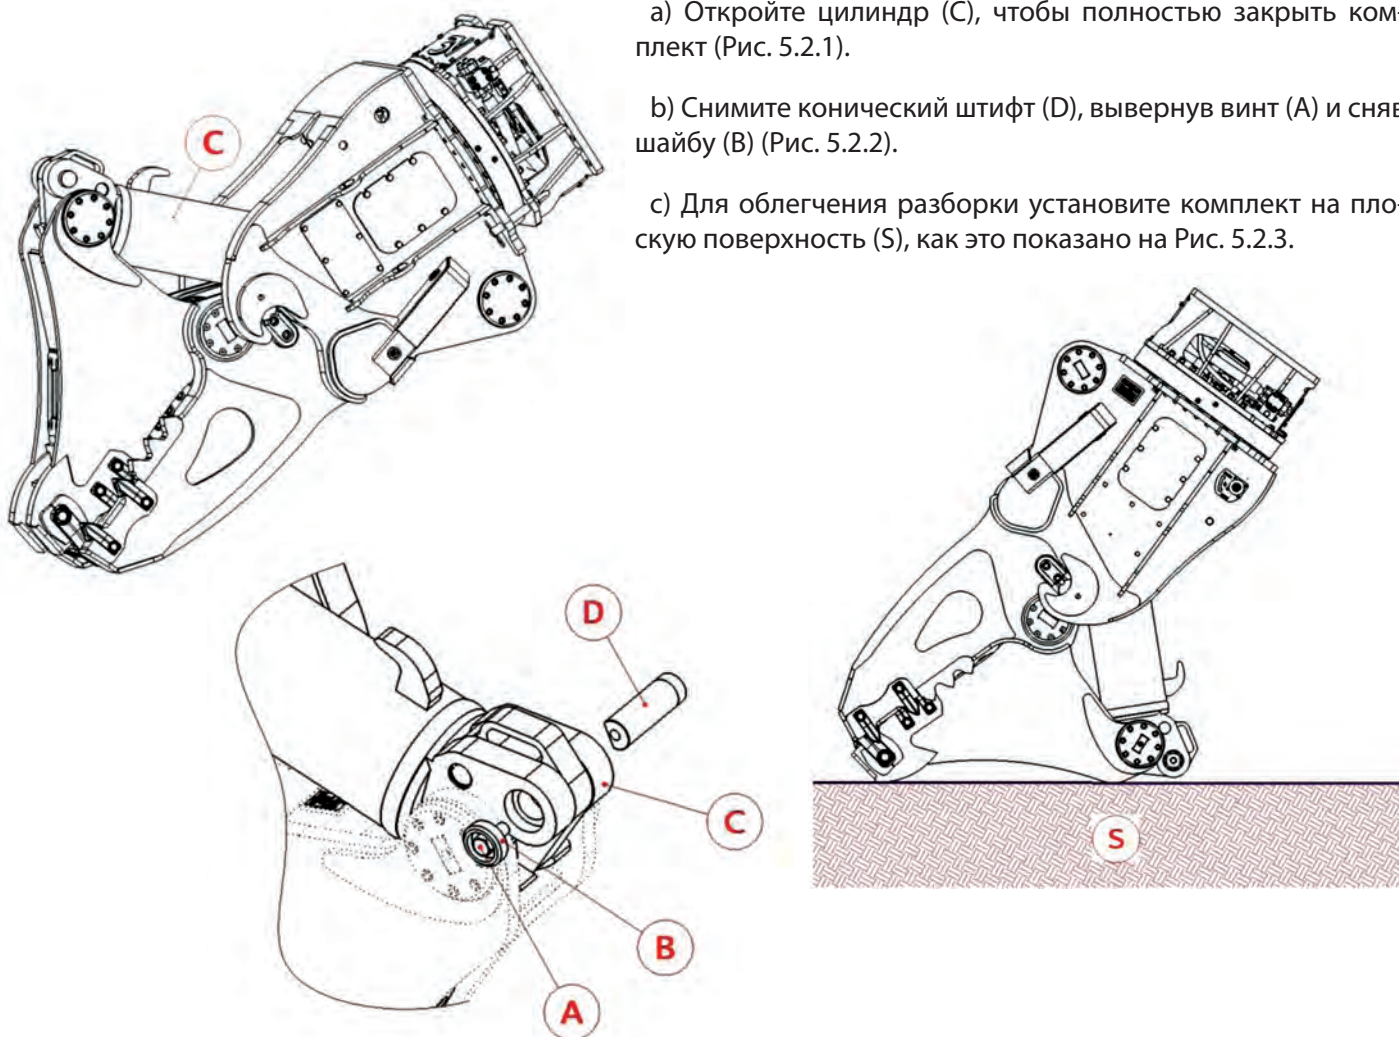

Рис. 5.2.3
с) Для облегчения разборки установите комплект на плоскую поверхность (S), как это показано на Рис. 5.2.3.